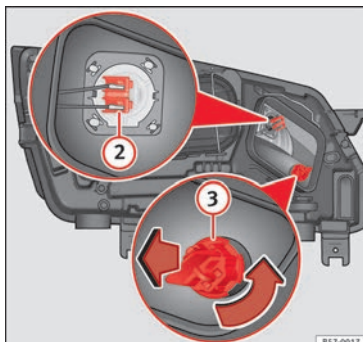

Fig. 107 Nel vano motore: lampadina degli abbaglianti ② e lampadina degli indicatori di direzione ③.
3. Premere lateralmente il connettore »» fig. 107 ② verso sinistra o destra e tirare.
3. Ruotare il portalampana »» fig. 107 ③ verso sinistra e tirare.